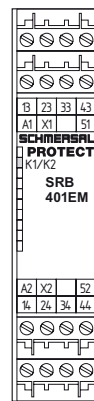

Fig. 1
5.2 Descripción de los bornes (véase fig. 1)
Control mediante un canal en el terminal A1 del relé de ampliación SRB 401EM mediante una habilitación de seguridad del relé básico (véase fig. 1)